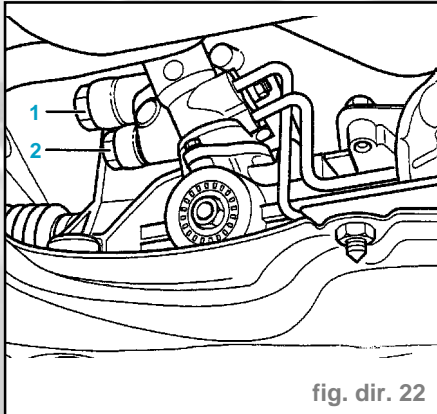

fig. dir. 22
- Visser l'écrou à six pans (1) de façon à ce que l'extracteur de barre de direction ne puisse pas endommager le filetage.
- Dévisser le flexible extensible (2) du mécanisme de direction et l'obturer à l'aide d'un sac en plastique fixé par un ruban adhésif (fig. dir. 22).